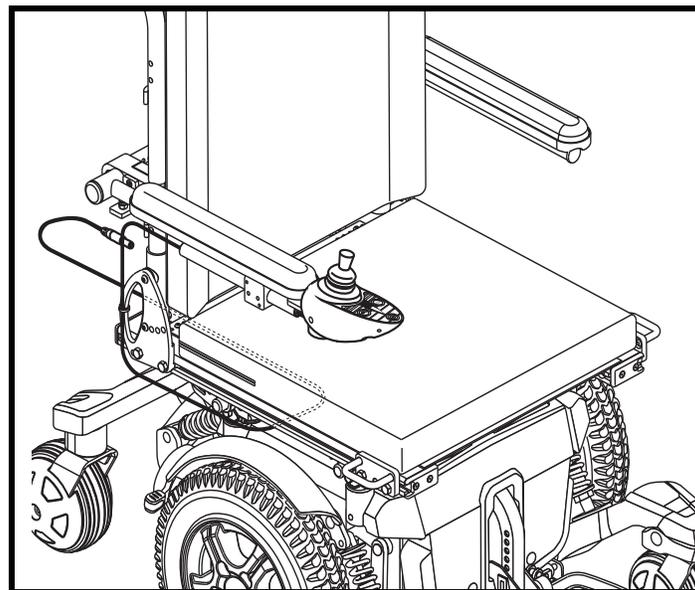

Figure 12. Câble passé sans Siège Synergy
4. Installez le contrôleur et passez le câble vers l'arrière de la base motorisée. **Voir la figure 12 ou 13.**